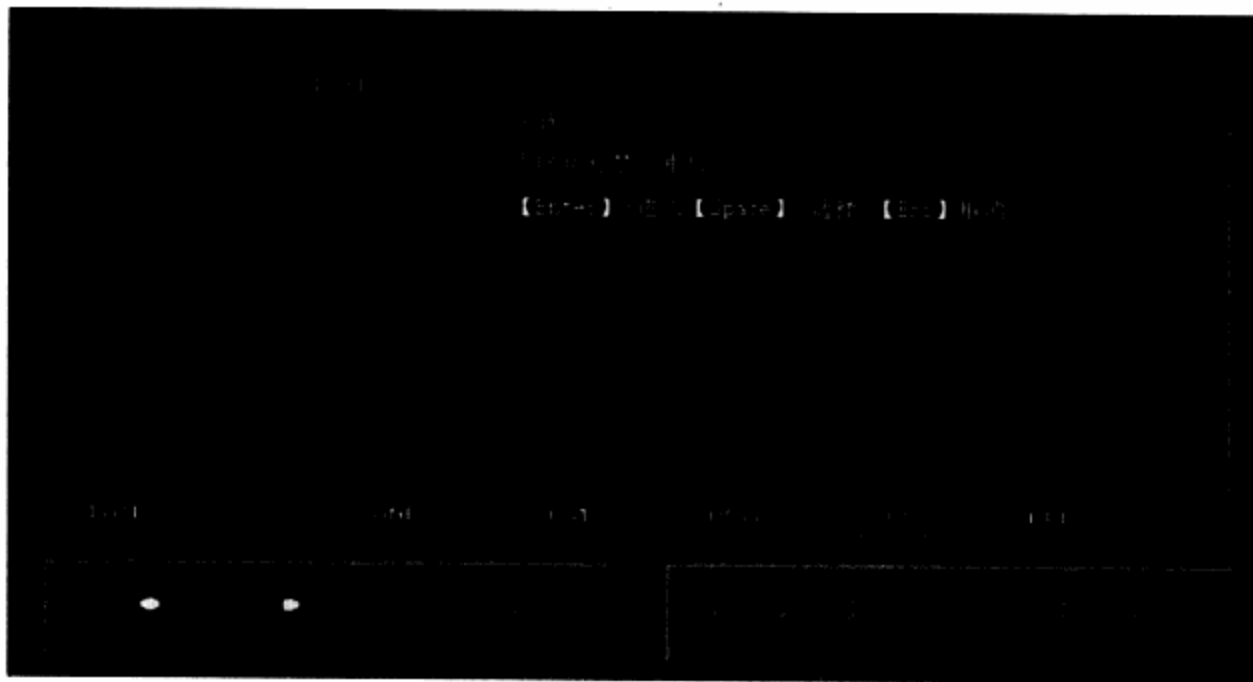

图11-5 程序运行禁止重启
- “系统运行禁止Reset”命令：系统正在运行时禁止重新启动电脑。如图11-5所示。